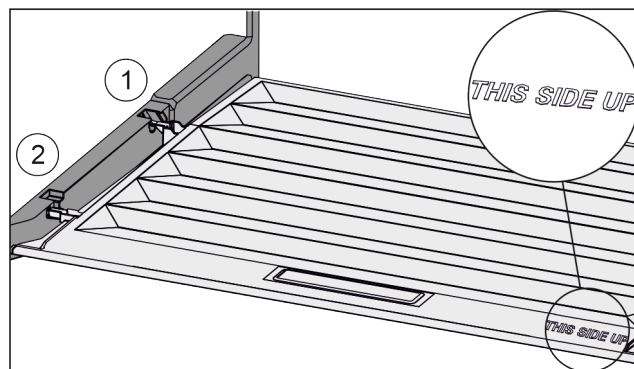

Fig. 27
- Výstupky veka zavedte cez otvor zadného držiaka Fig. 27 (1) a zaistíte vpredu v držiaku Fig. 27 (2).